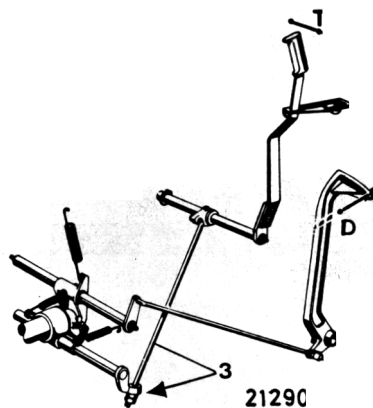

Fig. 90
Raccourcir la biellette de poussée ③ en agissant sur l'écrou (repéré par une flèche Fig. 90) jusqu'à avoir une course à vide autour de 40 mm à la manette ⑤. Accès à la biellette de poussée après dépose du couvercle de trou de visite –H– sous le dessous de la cloche d'embrayage.